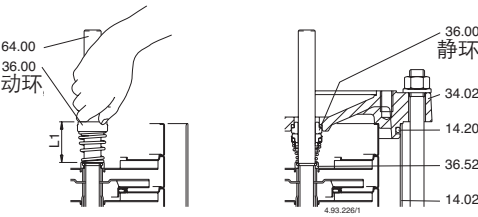

图.5 插入机械密封
- 5.拆下螺丝(61.07)和笼型支架(32.00),其和轴承(66.00)及联轴器(64.22)作为整体从上端盖(34.02)顺轴(64.00)抽出(图.5).
检查安装前后的长度并把动环升起到与原始长度(L1 图5)一致。